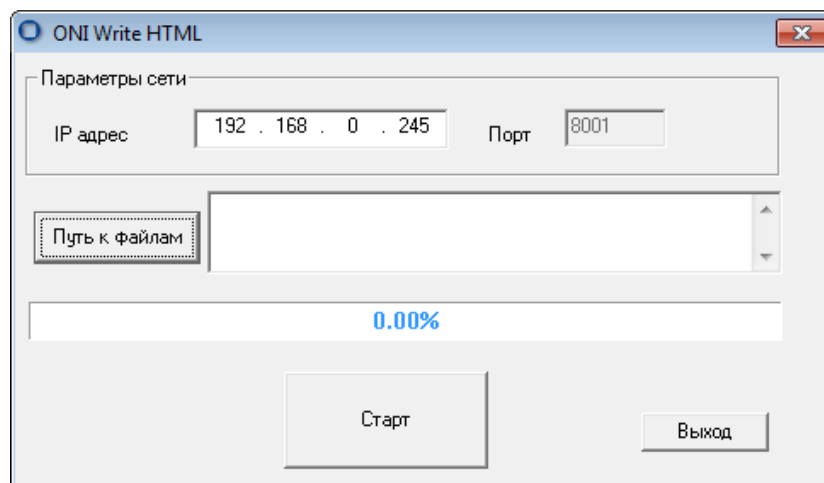

Рисунок 3.121
2. Введите IP-адрес PLC-430 в поле ввода адреса (рисунок 3.121).